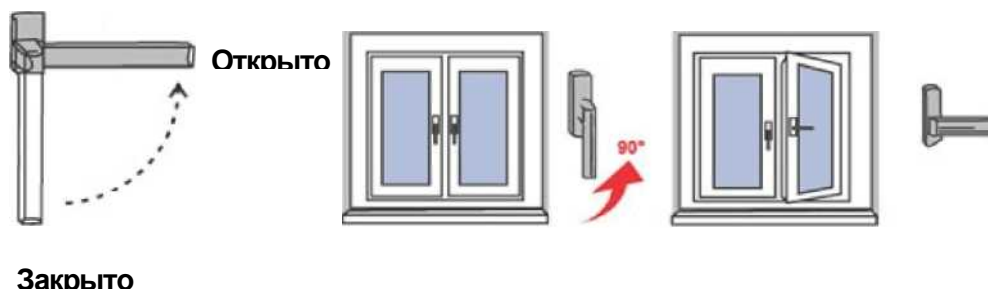

Рис.1
2) Чтобы открыть (распахнуть) створку окна, ручку поворачивают на 90 градусов в горизонтальное положение (положение «Открыто» на Рис. 1). При повороте ручки закрытую створку слегка прижимают к раме другой рукой (чуть выше ручки). Затем, потянув за ручку, створку распахивают (**сплошной режим - поворотное открывание**).